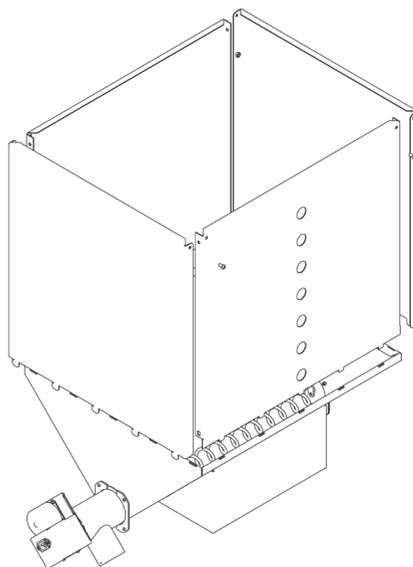

Рис. 19
8. Переднюю стенку бункера со смотровыми отверстиями установить стороной удобной для визуального контроля уровня топлива. Установите стенку в пазы и зафиксируйте её с боковой стенкой винтовым соединением (М6Х12, шайба и гайка М6), не затягивая гайку до конца (Рис.19).